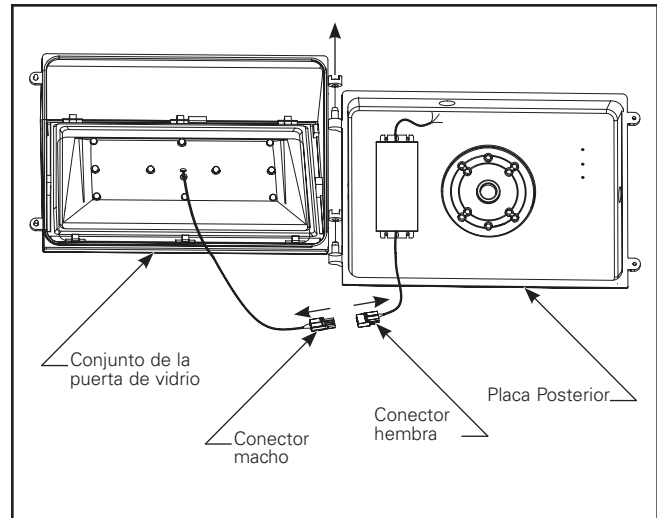

Figura 1.
1. Abra la luminaria aflojando los dos tornillos con cabeza Phillips en el lado opuesto a las bisagras: Desconecte el conector macho y hembra. (Figura 1) Retire el conjunto de la puerta de vidrio, y apóyelo suavemente al costado.